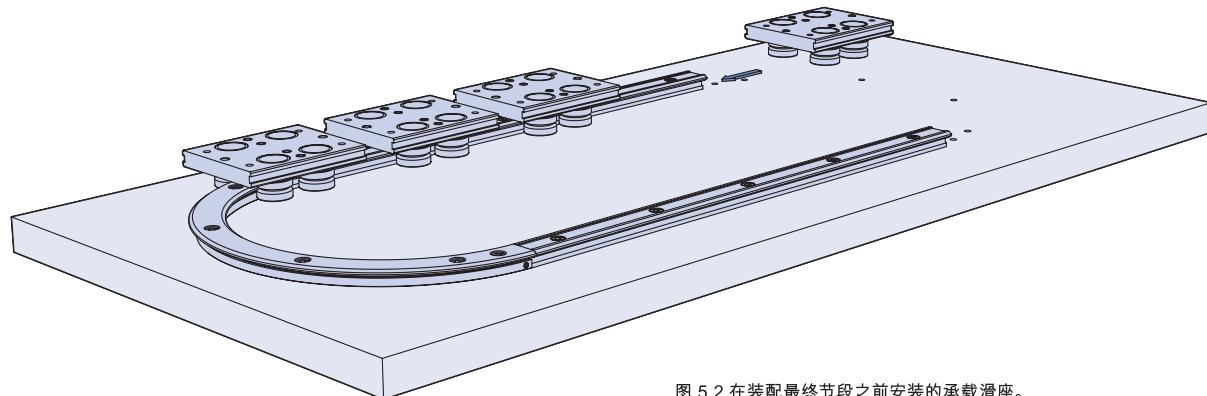

图 5.2 在装配最终节段之前安装的承载滑座。
5.2 组装承载滑座板，可使用两种不同的方式。第一种如图 5.2 所示，提供经过了全面调节的承载滑座，并可在将最终环节段放置到位之前将其推送至滑道上。如果承载滑座板上安装了润滑装置，则需要将毛毡推入润滑装置机体中，以确保承载滑座装配到轨道上。可使用小段橡皮筋，在将承载滑座板推送到滑道上的同时，将毛毡固定在原位。完成此过程后，可切断橡皮筋，并将其从润滑装置上去除。